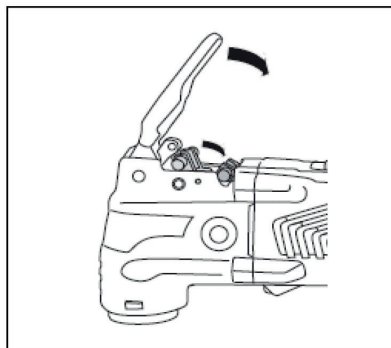

Рис. 6
4. Вверните болт крепления и закройте зажимной рычаг для фиксации насадки на шпинделе (рис. 6).